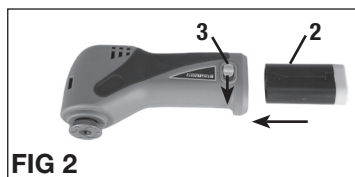

FIG 2
INSTALLATION OU RETRAIT DE LA BATTERIE (FIG 2)
- Pour installer la batterie, insérez la batterie (2) dans le fond du boîtier de l'outil tout le chemin jusqu'à ce qu'il se bloque en place avec un clic, comme le montre la figure 2.
- Pour retirer la batterie, faites glisser la languette de verrouillage de la batterie (3) vers la gauche, comme indiqué sur la figure 2, pour la libérer, puis retirez la batterie.